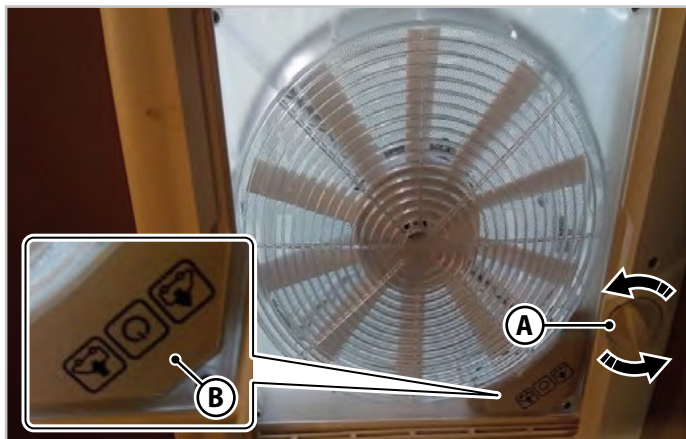

Abb.6.5 - Dachluke mit Drehgriff
Durch Drehen des Drehgriffes zur Öffnung (**A** - Abb.6.5) in beide Drehrichtungen wird die Dachluke angehoben (zum Öffnen) oder abgesenkt (zum Schließen). Es kann jede Zwischenstellung für die Öffnung der Dachluke eingestellt werden.
Um die Belüftungs- und Saugfunktion zu nutzen, öffnen Sie die Dachluke mit dem Drehgriff **(A)** - Abb.6.5) und wählen Sie über die Tastatur **(B)** - Abb.6.5) die Lüftungsfunktion mit Lufteinlass (IN) oder -absaugung (OUT) aus.